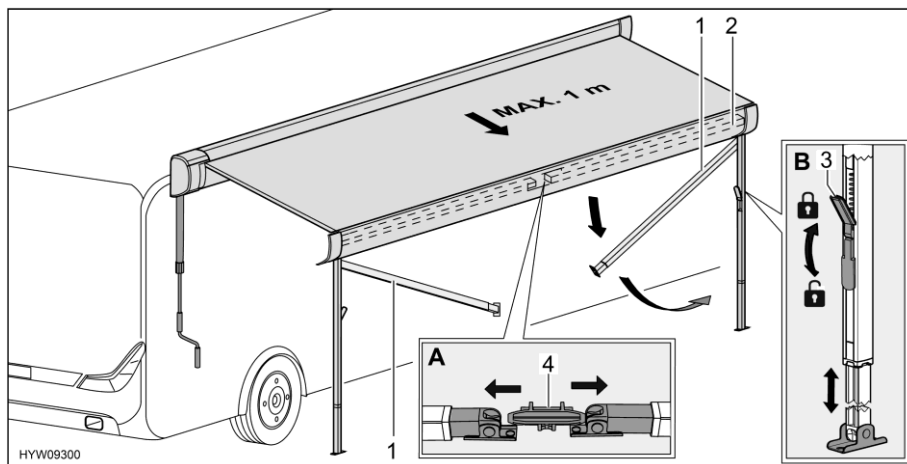

Fig. 47 Préparer les pieds d'appui
- Détacher les pieds d'appui (Fig. 47,1) de sur leur support (Fig. 47,4) situé dans le listeau frontal (Fig. 47,2). Pousser pour ce faire légèrement les pieds d'appui vers l'extérieur (Fig. 47,A).
- Débloquer les dispositifs de verrouillage (Fig. 47,3) des pieds d'appui. Pour ce faire, rabattre le levier de verrouillage vers le bas.
- Faire sortir la partie inférieure des pieds d'appui à la longueur désirée (Fig. 47,B).
- Bloquer les dispositifs de verrouillages (Fig. 47,3) des pieds d'appui. Pour ce faire, rabattre le levier de verrouillage vers le haut.